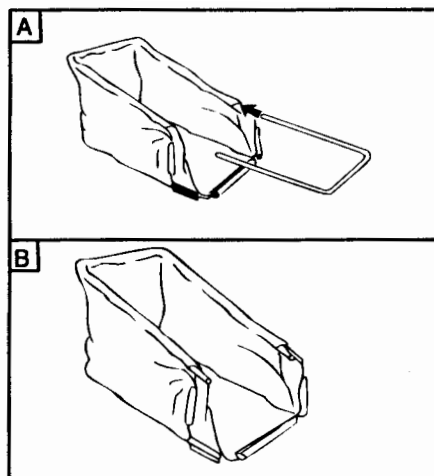

Figure 7
1. Enfoncez une extrémité du cadre arrière dans le passant en tissu, sur le bord du sac à herbe. Voir la figure 7. Glissez tout le tissu sur un côté du cadre avant de continuer.